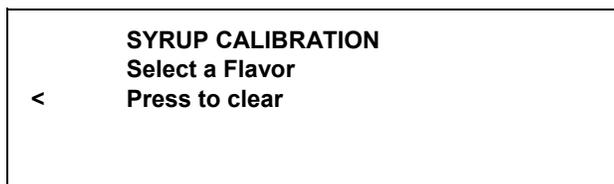

図45
3. CALIBRATION キー[Ⓢ]を押し、シロップカリブレーションモードに入ります(図45を参照)。